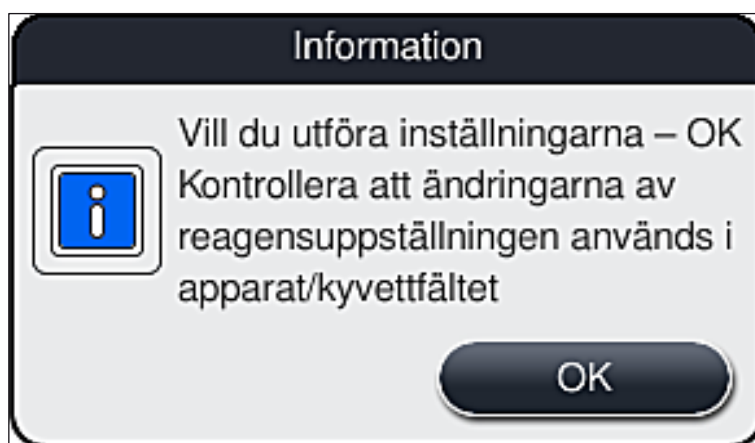
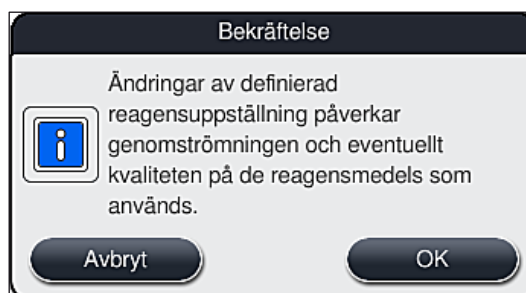

Bild 61
Bild 62
- Observera de informationsmeddelanden som följer (→ "Bild 61") (→ "Bild 62") och bekräfta dem eller tryck på **Avbryt** (→ "Bild 62") för att återgå till reagensuppställningsvyn.